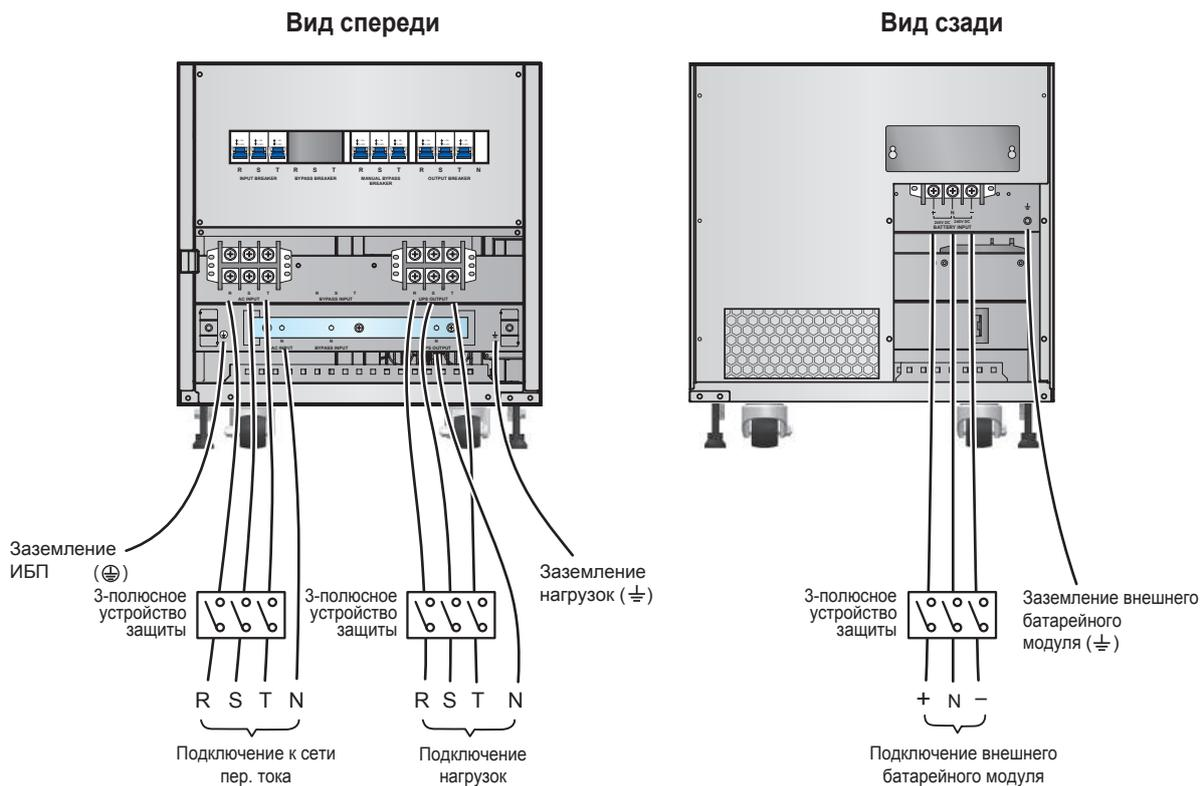

Рис. 6-9. Схема подключения одиночного ИБП 60 кВА в конфигурации с одним входом
- На сетевом вводе ИБП следует установить автоматический выключатель и контактор, сертифицированные на соответствие стандартам электробезопасности (см. таблицу ниже). Номинальный ток контактора должен быть не меньше номинального тока выключателя, указанного в таблице. Напряжение на катушку управления контактора подаётся из сети. Схемы подключения аппаратов защиты показаны на **Рис. 6-9~6-14**.
1. На **Рис. 6-9~6-14** показано подключение к электросети типа TN. Между ИБП и электросетью переменного тока установлено трехполюсное устройство защиты. При подключении к электросети типа TT установите четырехполюсное устройство защиты.
- 6 Подключите кабели электросети переменного тока, нагрузок и внешнего батарейного модуля к соответствующим зажимам ИБП (см. **Рис. 6-9~6-11**).
1. На **Рис. 6-9~6-11** показано подключение к электросети типа TN. Между ИБП и электросетью переменного тока установлено трехполюсное устройство защиты. При подключении к электросети типа TT установите четырехполюсное устройство защиты.
- 2) Подключите кабели электросети переменного тока, нагрузок и внешнего батарейного модуля к соответствующим зажимам ИБП (см. **Рис. 6-9~6-11, 6-15**).